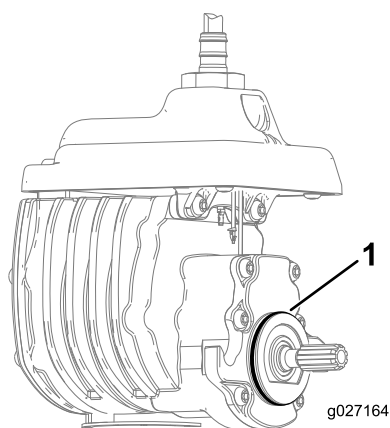

Bild 6
4. Befestigen Sie den O-Ring am Spindelmotor (Bild 6).